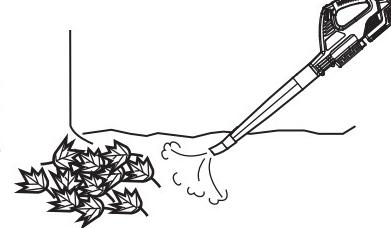

Fig. 4
- Sostenga la sopladora con la boquilla a varias pulgadas por encima del nivel del piso o suelo (Fig. 4).